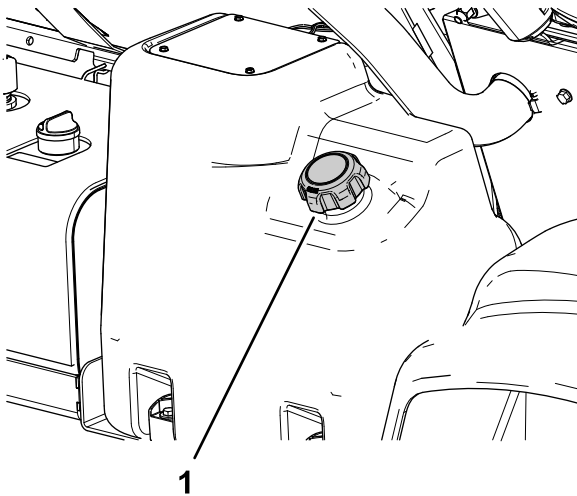

Figura 24
2. Limpie la zona alrededor del tapón del depósito de combustible (Figura 24).